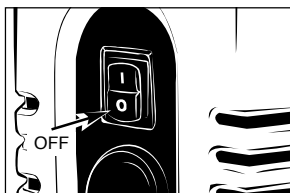

Fig. 4-4A
1. Turn the switch to off (O) position and unplug cord from outlet. (Fig. 4-4A)
1. Tournez le commutateur à outre (o) de la position et débranchez la corde de la sortie. (Fig. 4-4A)